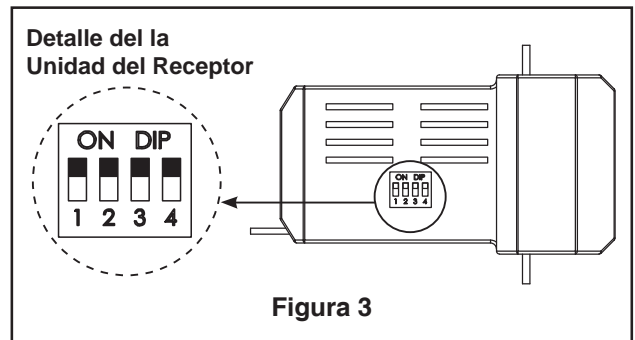

Figura 3
No bloqueo (Figura 3)
3. Afloje los dos tornillos de fijación del soporte del barral. Introduzca los cables de color negro, azul y blanco a través de la varilla. (Figura 3)
1. Fije bien la abrazadera para colgar a la caja de salida con los tornillos y las arandelas provistas con la caja de salida. (Figura 3)
2. Para configurar el código de unidad del receptor. Deslice los interruptores de código a las mismas posiciones que en el transmisor (Figura 3).
- 3. Vuelva a colocar firmemente las tapas de iluminación y apriete los retiró anteriormente tornillos de las mismas. (Figura 3)
3. El transmisor del mando a distancia de 5 botones incluye 5 botones para controlar las velocidades baja, media y alta del ventilador, así como el encendido y apagado del mismo. (Figura 3)